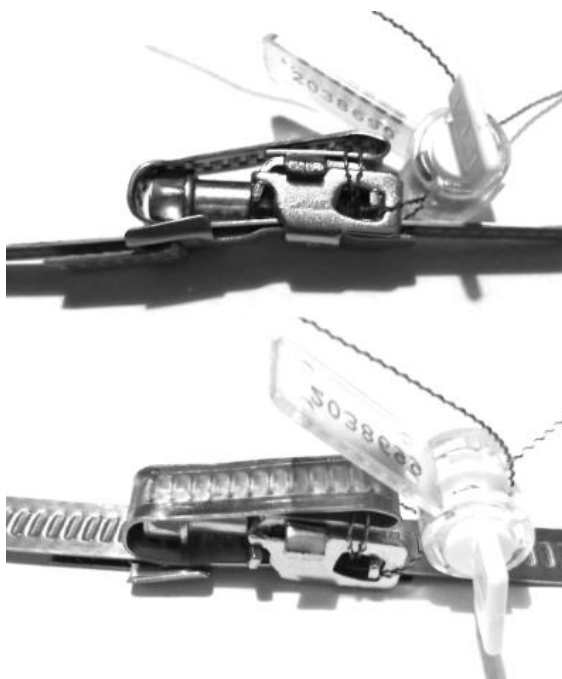

Рис. 5.3. Опломбирование
- 8) Контролируя качество сигнала, затянуть ленту. Загнуть свободный конец ленты, чтобы исключить доступ к винту замка и опломбировать, как показано на (Рис. 5.3.).